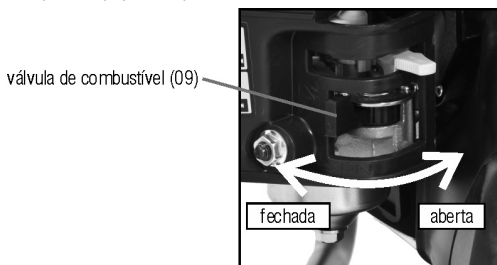

Fig. 18 – Válvula de combustível
- Coloque a mangueira de sucção conforme item 2.5.3.
- Coloque a mangueira de recalque conforme item 2.5.4.
- Coloque água nos sistema da bomba, conforme mostra o item 2.5.5.
- Posicione a válvula de combustível na posição ON (aberta) (fig. 18).